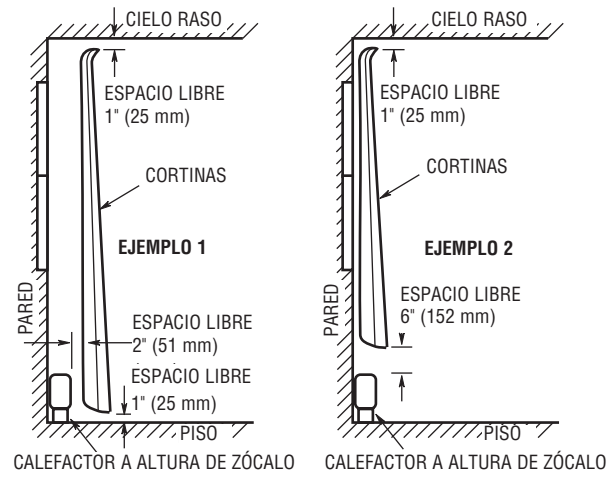

Figura 1. Colocación de los cortinados cercanos al calefactor
7. **PRECAUCIÓN:** el calefactor funciona a altas temperaturas. Mantenga los cordones eléctricos (incluidos los cables de teléfono y de computadora), cortinas y otros elementos del mobiliario alejados del calefactor. Para garantizar un funcionamiento eficiente y seguro, recomendamos mantener en todo momento un espacio libre de 152 mm (6 pulgadas) como mínimo por encima y frente al calefactor. Vea los requisitos de espacios libres mínimos en la sección Espacios libres y la Figura 1.